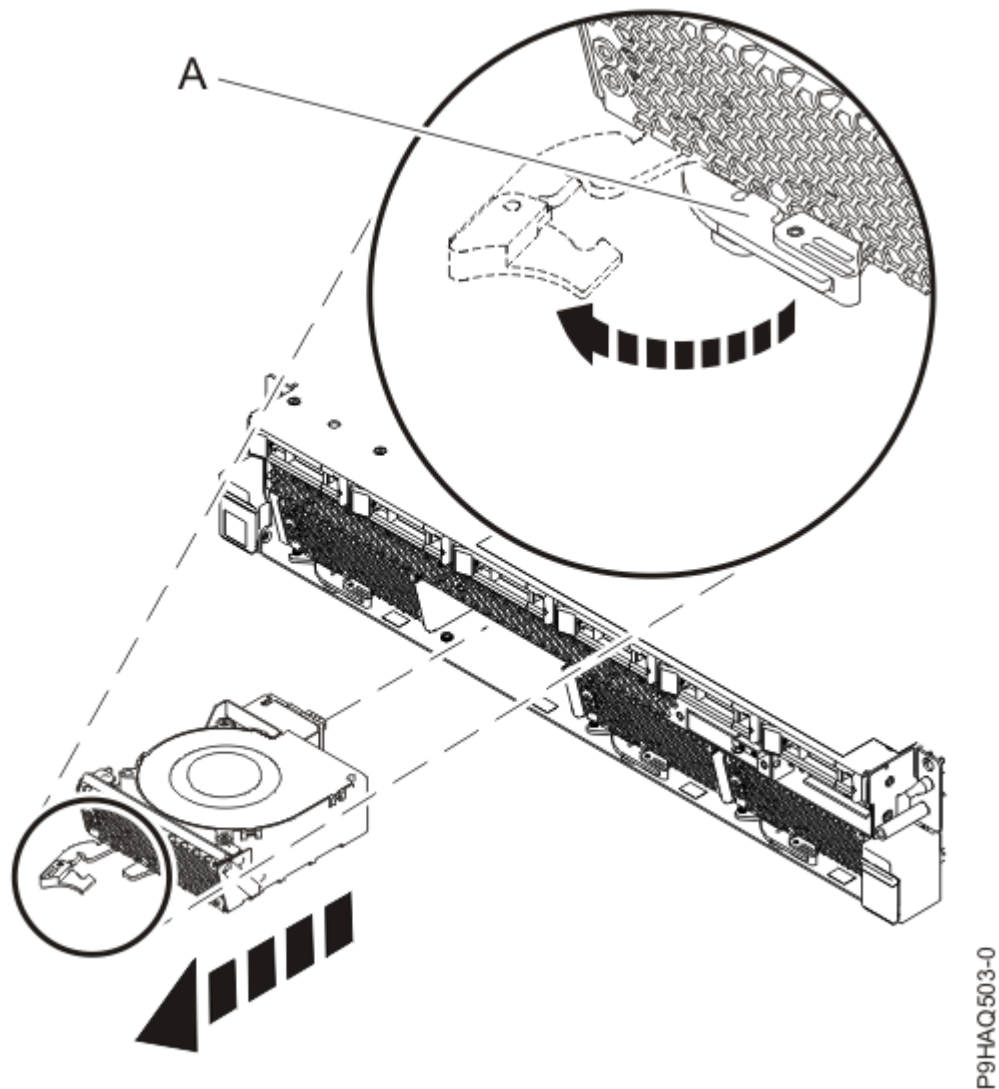

Figure 5. Retrait d'un ventilateur du système
- a) Placez votre pouce sur l'avant du loquet (**A**) comme illustré sur la Figure 5, à la page 7 et votre index à l'arrière.
- c) Faites pivoter la manette dans le sens indiqué dans la Figure 5, à la page 7 pour déverrouiller le ventilateur de son emplacement.
- d) Maintenez en position la manette et en soutenant la base du ventilateur avec la main, extrayez le ventilateur de son emplacement comme illustré dans la Figure 5, à la page 7.